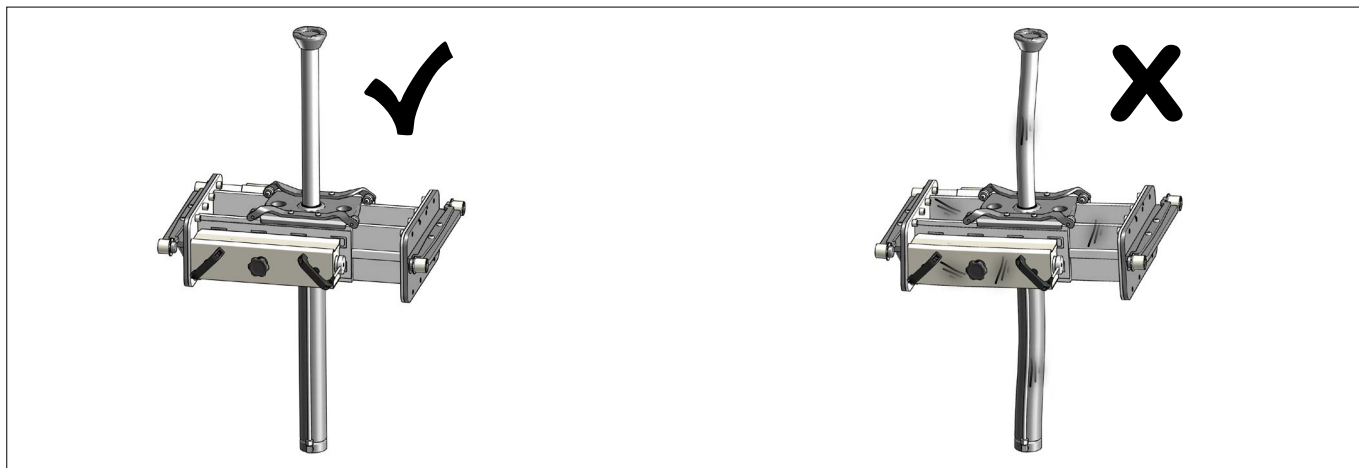
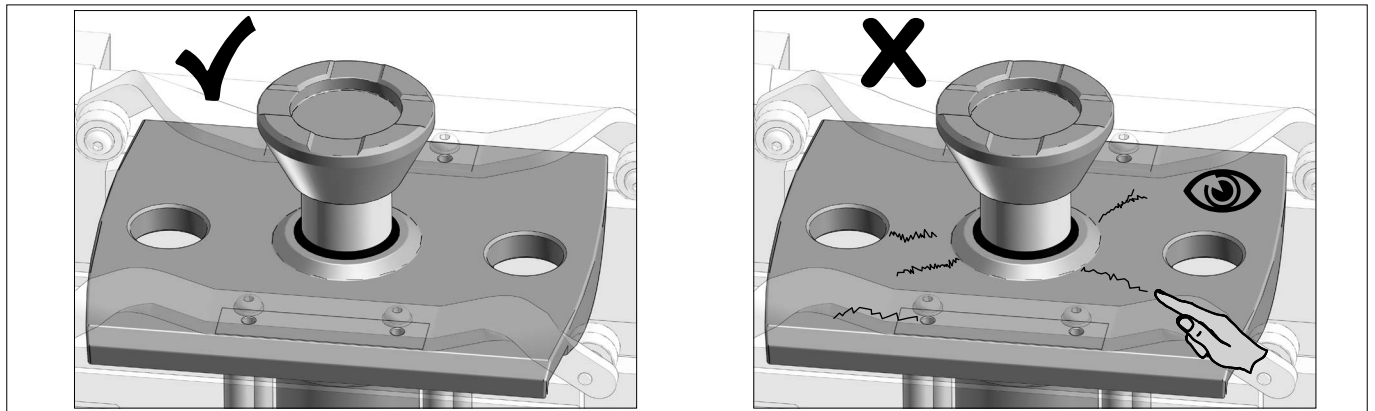

Fig.47
Fig.52
- Slitage (Fig.47), (Fig.52), (Fig.54)
- Vauriot (Fig.47) ja yleinen kuluminen (Fig.52), (Fig.54)
- Schade (Fig.47) en slijtage (Fig.52), (Fig.54)
- Daños (Fig.47) y desgaste (Fig.52), (Fig.54)
- Повреждений (Fig.47) и износа (Fig.52), (Fig.54)
- Skader (Fig.47) og unormalt slid (Fig.52), (Fig.54)
- Damage (Fig.47), wear and tear (Fig.52), (Fig.54)
- Schäden (Fig.47) und ungewöhnliche Abnutzung (Fig.52), (Fig.54)
- Dommages (Fig.47) et usure (Fig.52), (Fig.54)
- Danni (Fig.47) e usura (Fig.52), (Fig.54)